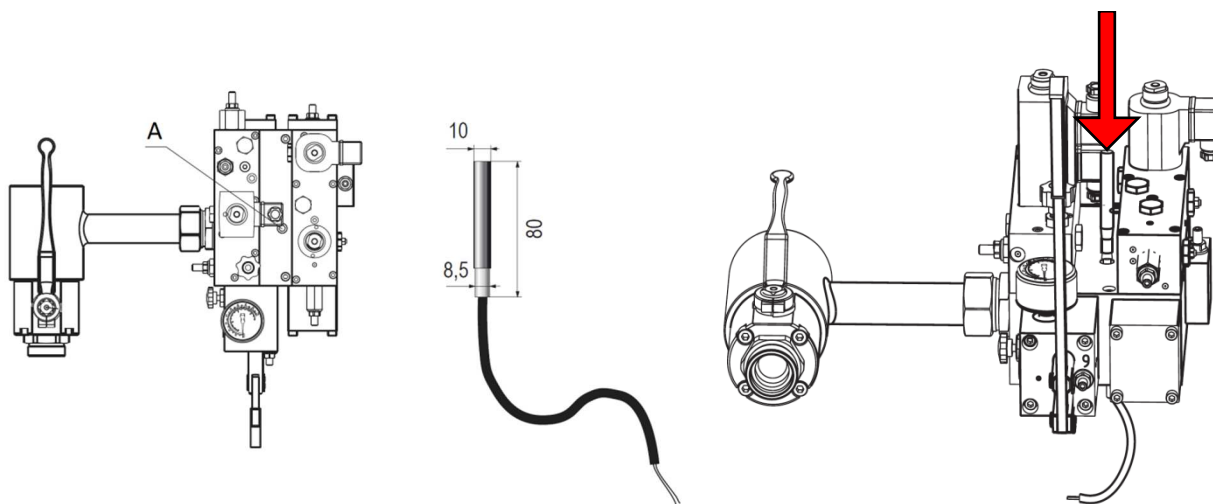

Fig. 1 - Aplicação da resistência de 60 W na válvula “NL”
A aplicação da resistência à válvula “NL” consiste na inserção da resistência no furo “A” do bloco de válvulas com o cabo de conexão voltado para o interior do reservatório, conforme mostrado em Fig. 1.
- Solte a tampa “A” - Fig. 1.